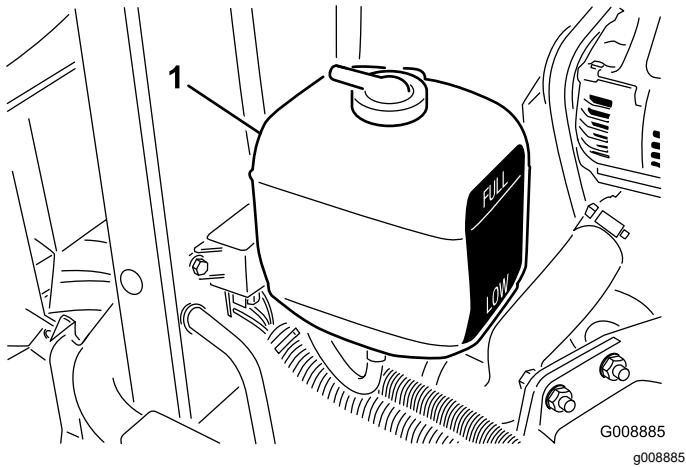

図 24
1. 補助タンクの冷却水量を点検する図24。エンジンが冷えた状態で、タンク側面についている本の線の間にあれば適切である。